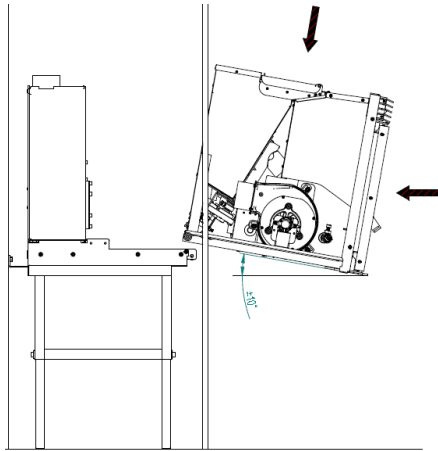

Figura 7 – Instalação
- Depois de fixar a base do equipamento e a chaminé estar instalada colocar a parte móvel do equipamento conforme mostrado na Figura 7.